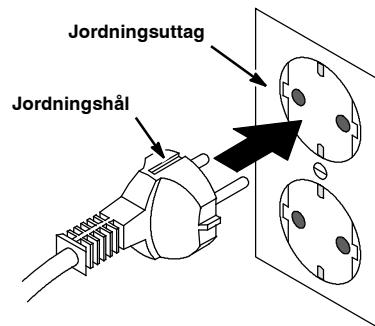

BILD. 5
2. Koppla in strömsladden i ett jordat vägguttag (bild 5).